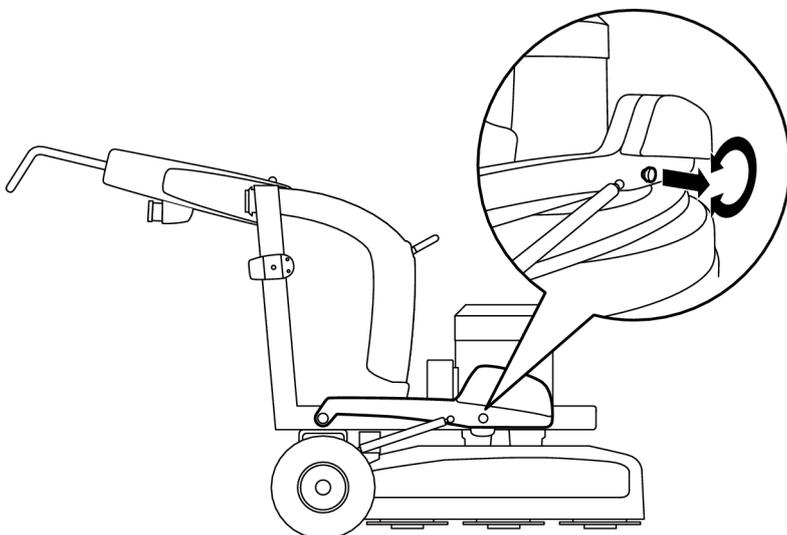

Abbildung 4-6. Nach vorne geklappte Gewichte
- Ziehen Sie alle Bolzen nach außen und verriegeln Sie diese in herausgezogener Position, indem Sie sie in Pfeilrichtung drehen, siehe Abbildung 4-6, seite 22.
Um einen höheren Schleifdruck und damit eine höhere Schleifleistung zu erzielen, sind die Gewichte nach vorne zu klappen, siehe Abbildung 4-6, Seite 22.